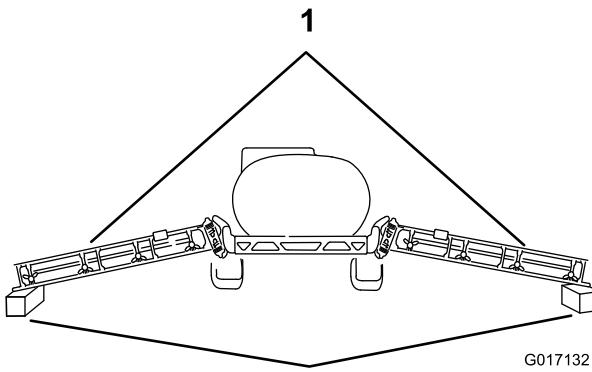

Figura 5
- 3. Baje cuidadosamente los brazos sobre bloques de madera de unos 10 cm de alto (Figura 5).